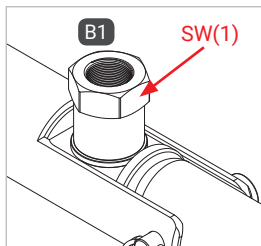

Abbildung 1
- ▶ Halten Sie beim Montieren der Medienleitung an der Schlüssel­fläche SW(1) (*Abbildung 1*) mit einem Gabelschlüssel gegen.
- ▶ Verschrauben Sie die Betriebsmedienzuleitung „B1“ druckdicht mit dem Anschluss der Medienleitung (*Abbildung 1*). Anzugsdrehmoment 10 Nm ± 10% (G1/8" IG).